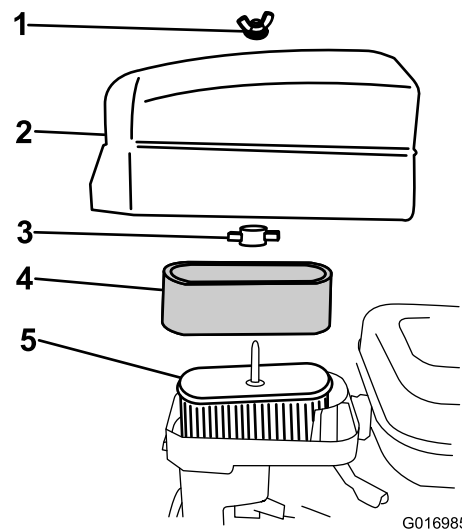

Bild 32
4. Wenn der Schaumfiltereinsatz verschmutzt ist, nehmen Sie ihn vom Papiereinsatz ab (Bild 32) und säubern ihn wie folgt: